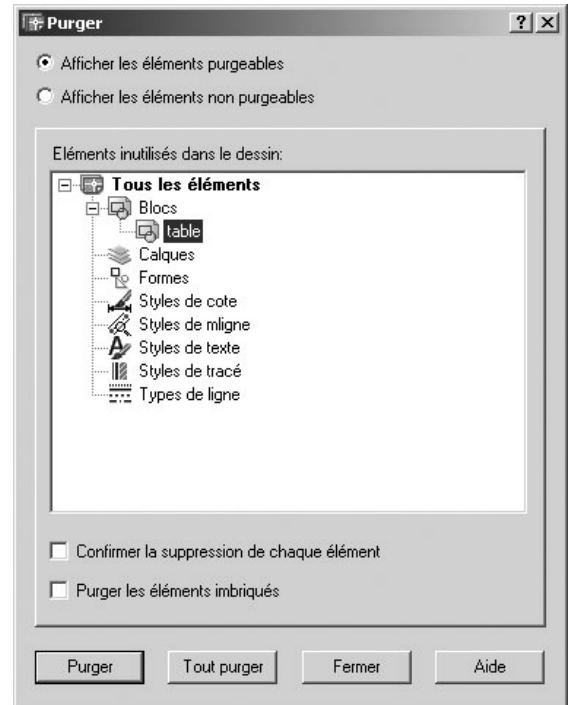

Fig.7.21
- 1 Exécuter la commande Purger à l'aide d'une des méthodes suivantes (fig.7.21) :